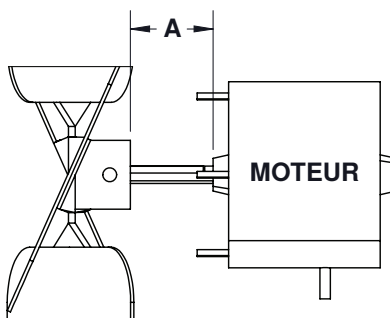

Figure 5. Espacement du ventilateur et du moteur (reportez-vous au Tableau 7)
6. Assurez-vous que la roue du ventilateur est positionnée correctement sur l'arbre (voir Figure 5) et que la vis de réglage est serrée conformément au couple indiqué dans le Tableau 7.
*Voir Figure 5 .
*Voir Figure 5.